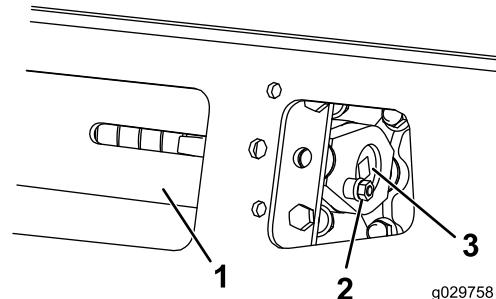
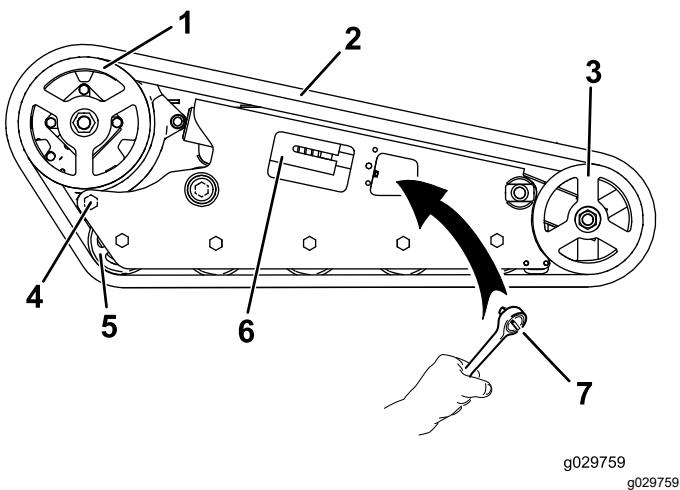

Figure 59
Figure 65
3. Enlevez le boulon de blocage, l'entretoise et l'écrou (Figure 59).
5. Alignez l'encoche la plus proche dans la vis de tension et le trou du boulon de blocage, et fixez la vis avec le boulon et l'écrou de blocage (Figure 59).
4. Enlevez le boulon et l'écrou de blocage (Figure 59).
5. À l'aide d'une clé à cliquet de 1/2 pouce, tournez la vis de tension dans le sens horaire pour détendre la transmission (Figure 59 et Figure 65).
6. Desserrez le boulon près de la roue d'entraînement (Figure 65).